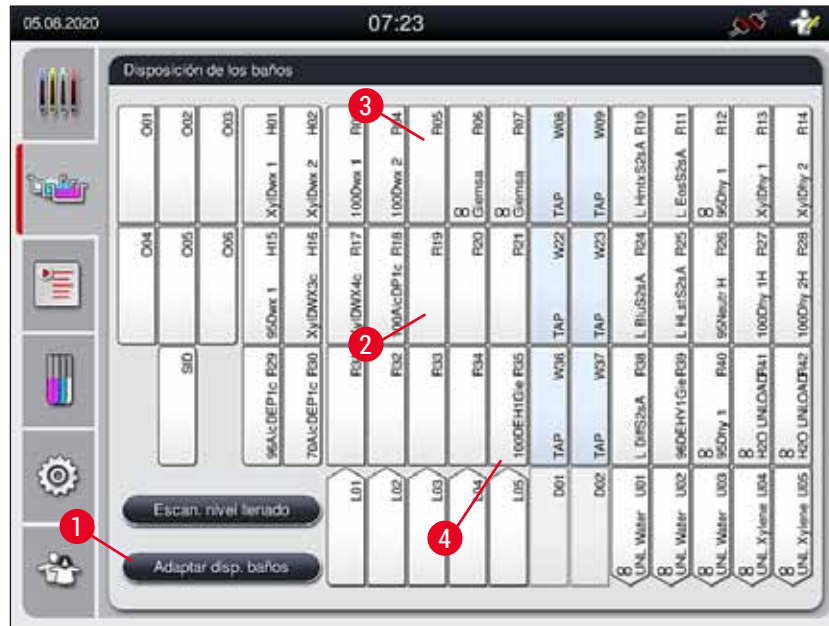

Fig. 61
- En la pantalla de la disposición de los baños (→ "Fig. 61"), pulse el botón **Adaptar disp. baños** (→ "Fig. 61-1").
1. Para desplazar estaciones de reactivos, selecciónelas una a una en la disposición de los baños (→ "Fig. 61") tocando la pantalla y, a continuación, pulse en una posición disponible del portapapeles (→ "Fig. 64-1").